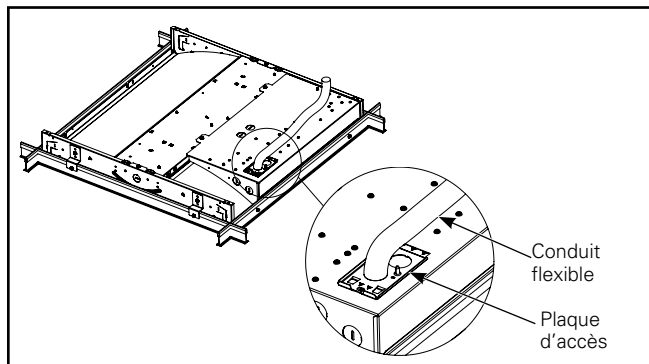

Figure 14.
- Rentrez tous les fils et les connecteurs de fils dans la boîte de jonction du luminaire, remplacez la plaque d'accès électrique et enclenchez-la solidement en place. (Figure 14)